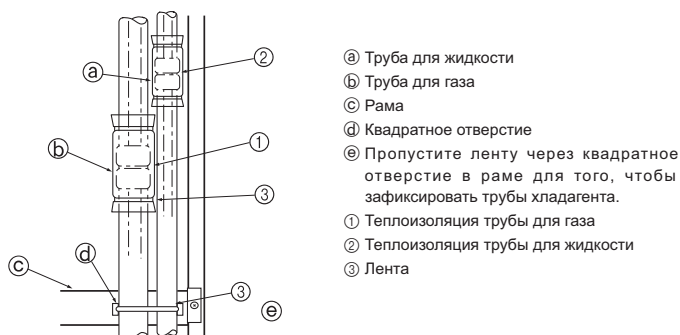

Fig. 4-5
Полностью изолируйте фланцевые соединения ① и ② труб для газа и труб хладагента. Если любая часть соединений не будет изолирована, возможно капание конденсации. (Fig. 4-5)
- Прикрепите теплоизоляцию трубы для газа ① и теплоизоляцию трубы для жидкости ② с обоих концов для предотвращения ее соскальзывания и выровняйте их по отношению друг к другу.
- После завершения установки теплоизоляции на трубы, с помощью ленты ③ прикрепите трубу хладагента к раме (в точке ниже трубного соединения). Это предотвратит приподнятие трубы хладагента над рамой. (Если труба хладагента приподнята над рамой, Вы не сможете установить решетку на место).